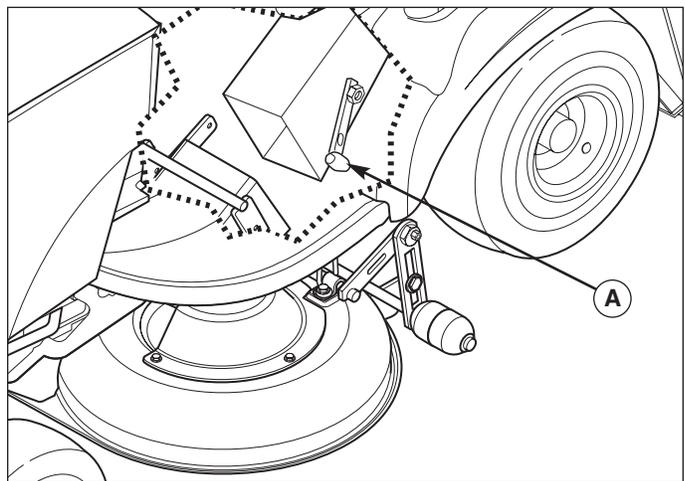

Figure 12. Tube de décharge
7. Pousser la tondeuse vers l'avant et déconnecter la sangle en caoutchouc du tube intermédiaire (A, Figure 12). Enlever le tube.
3. Voir la Figure 12. Glisser le tube intermédiaire dans le tube principal de décharge. Connecter le tube intermédiaire à la plate-forme de tondeuse et attacher avec la sangle en caoutchouc (A).